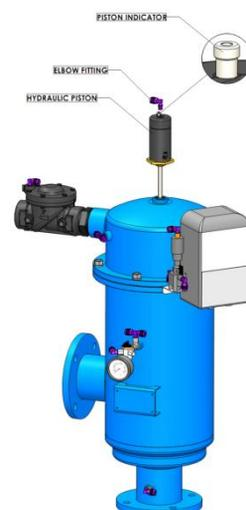

Figure 7: Retrait et installation du vérin hydraulique
4. Retirer les six écrous et rondelles reliant les deux éléments du carter filtre (voir figure 7).
20. Raccorder les tubes de commande au carter de l'ensemble filtre (voir figure 7).